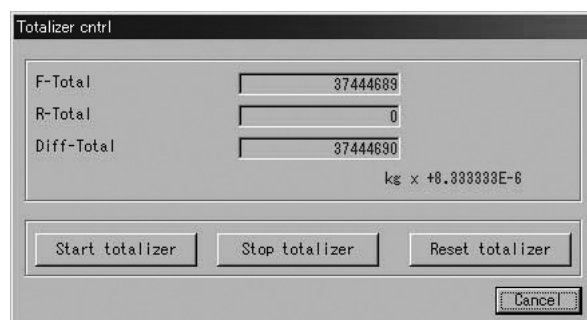

図18
- ④ プロセス値計測用のメッセージボックスを消す場合は「Cancel」をクリックしてください。
- ① 画面上部メニューの「Process Variable(V)」をクリックし、「Totalizer cntl」を選び再度クリックすると、図18のような積算流量値計測用のメッセージボックスが現れます。